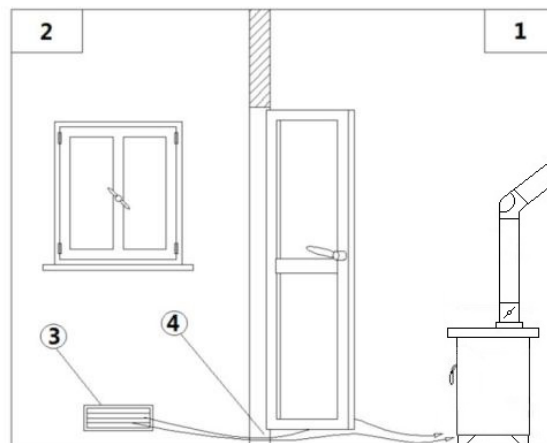
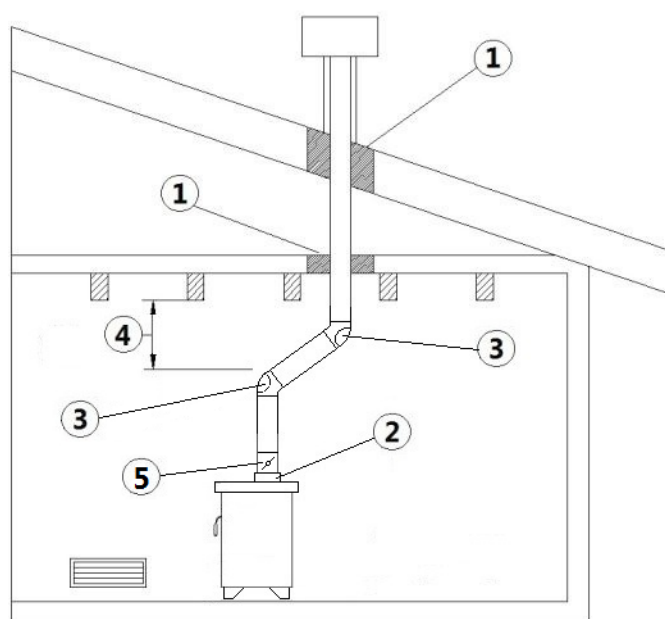

Fig. 6 - Indirectement depuis la pièce adjacente
Fig. 7 - Exemple 1
LÉGENDE Fig. 6 à page 36 | Fig. 7 à page 36
- L'afflux d'air entre l'extérieur et la pièce peut se produire directement, à travers une ouverture dans les murs extérieurs de la pièce (solution conseillée voir **Fig. 6 à page 36** ou indirectement, par aspiration de l'air par des pièces proches de celle à ventiler (voir **Fig. 7 à page 36**).